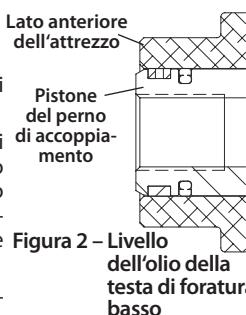

Figura 2 – Livello dell'olio della testa di foratura basso
- Perdite di olio. Se il pistone del perno di accoppiamento si estende oltre il lato anteriore dell'attrezzo (Figura 2), il livello dell'olio è basso. Far eseguire la manutenzione della testa di foratura, non cercare di aggiungere olio.
- Perdite di olio. Se il pistone del perno di accoppiamento si estende oltre il lato anteriore dell'attrezzo (*Figura 2*), il livello dell'olio è basso. Far eseguire la manutenzione della testa di foratura, non cercare di aggiungere olio.